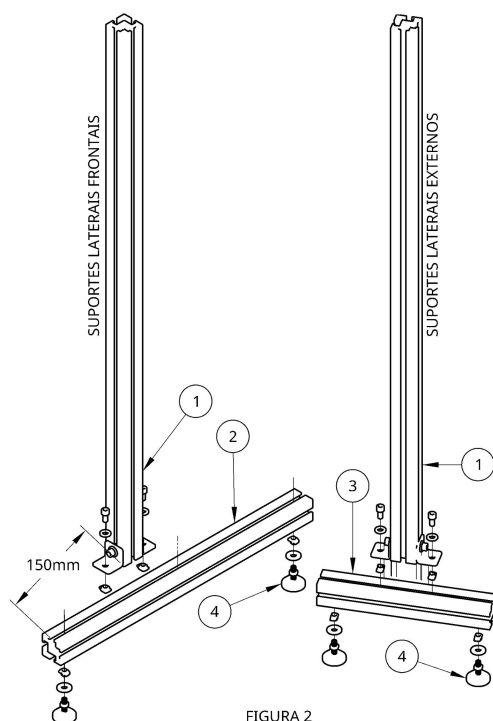

FIGURA 2
Use a medida mostrada na Figura 2 como referência na hora de montar as partes. Você pode, eventualmente, mudar essa distância, se precisar.
Nos perfis de alumínio 45X45X30cm (3), as partes montadas (1) são fixadas no centro das peças, como indicada na figura 2